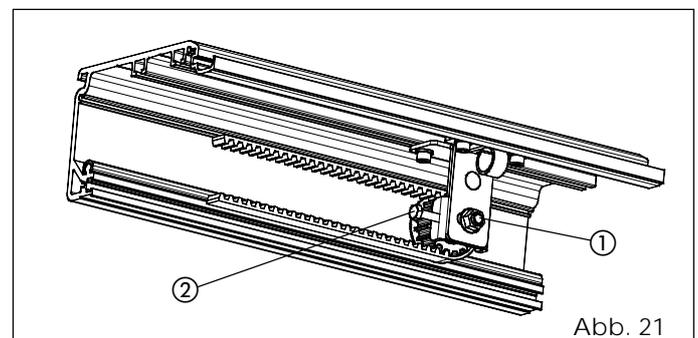

Abb. 21
- Die Mutter (Abb. 21 - Bez. ①) lockern.
- Den Bolzen (Abb. 21 - Bez. ②) fest ziehen, um den Riemen zu spannen oder aufschrauben, um den Riemen zu lockern.
- Nach der Regulierung der Spannung die Mutter (Abb. 21 - Bez. ①) festziehen.